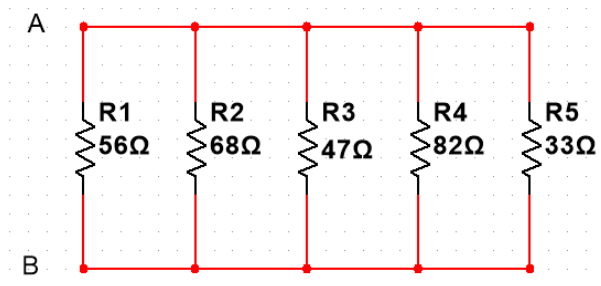

Figura 2. Circuito paralelo.
- Calcule la resistencia equivalente R_{AB} en el circuito de la figura 2.
- Use TinkerCAD y Multisim para simular el circuito de la figura 2.
- Use el protoboard para realizar el montaje del circuito de la figura 2.